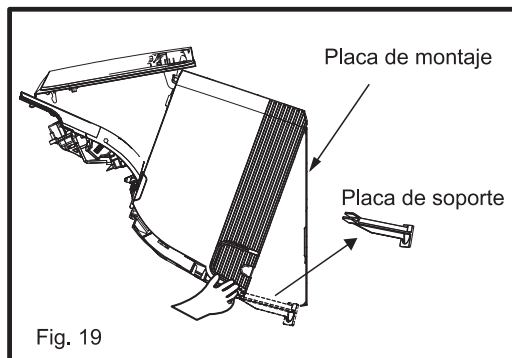

Fig. 19
9) Retire la placa de soporte como se muestra en la Fig. 19. A continuación, mueva la unidad paso a paso para conseguir la mejor instalación y, después, presione las 2 hebilla del conducto de aire en las 2 ranuras de la placa de montaje